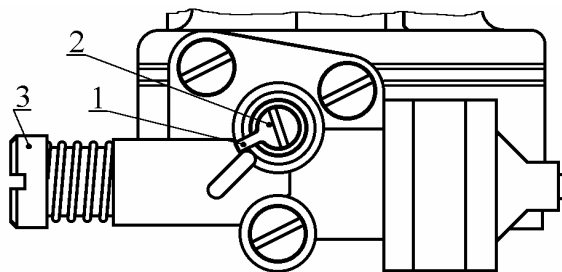

Рис. 3. Регулировка содержания СО и СН на автомобиле, имеющего карбюратор:
- установить требуемые обороты (двигатель ЗМЗ-402, -4061, -4063), вращая винт 3 (см. рис. 3) количества карбюратора.
5.1.1. Снять защитный колпачок 1 (рис. 3) с винта 2 состава смеси (винт качества)